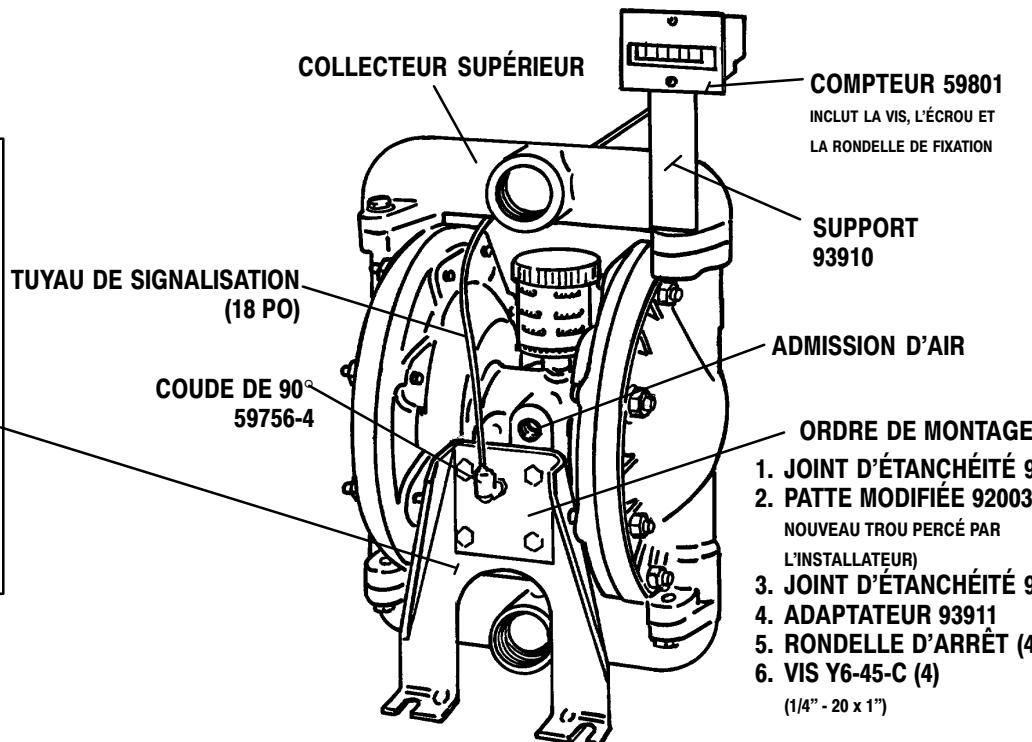
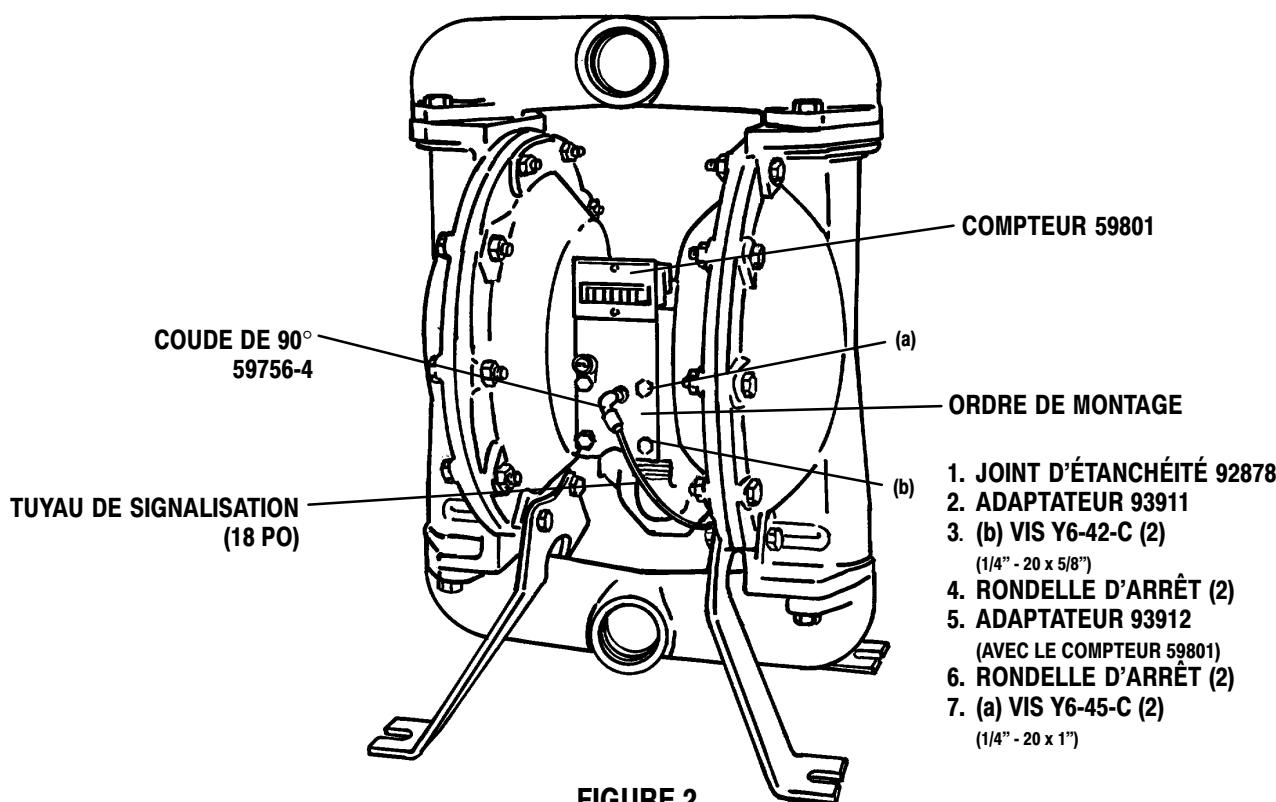

FIGURE 1
FIGURE 2
La trousse contient deux supports de compteur; utiliser l'un ou l'autre selon l'application. La figure 1 illustre le compteur raccordé à la pompe (convient à la plupart des applications). La figure 2 illustre le raccordement intérieur du compteur qui convient seulement aux pompes à diaphragme métallique ou non métallique de 1-1/2 po et 2 po.
POMPES À DIAPHRAGME MÉTALLIQUE DE 1 PO SEULEMENT (VOIR LA FIGURE 1)
POMPES À DIAPHRAGME NON MÉTALLIQUE DE 1 PO, ET MÉTALLIQUE ET NON MÉTALLIQUE DE 1-1/2 PO, 2 PO (VOIR LA FIGURE 2)
4. Installer l'adaptateur 93911 en orientant les filets coniques 1/2 NPT vers l'extérieur. Dans le trou de vis (b) illustré à la figure 2, fixer l'adaptateur au moyen de deux vis Y6-42-C et deux des anciennes rondelles de blocage dans les 2 trous de vis inférieurs.
Pour utiliser le raccordement intérieur illustré à la figure 2, procéder comme suit:
6. Fixer le compteur et l'adaptateur dans le trou de vis (a) illustré à la figure 2, utiliser les nouvelles vis Y6-45-C et les deux autres rondelles de blocage.
Pour un montage sur le dessus, semblable à la figure 1, procéder comme suit.